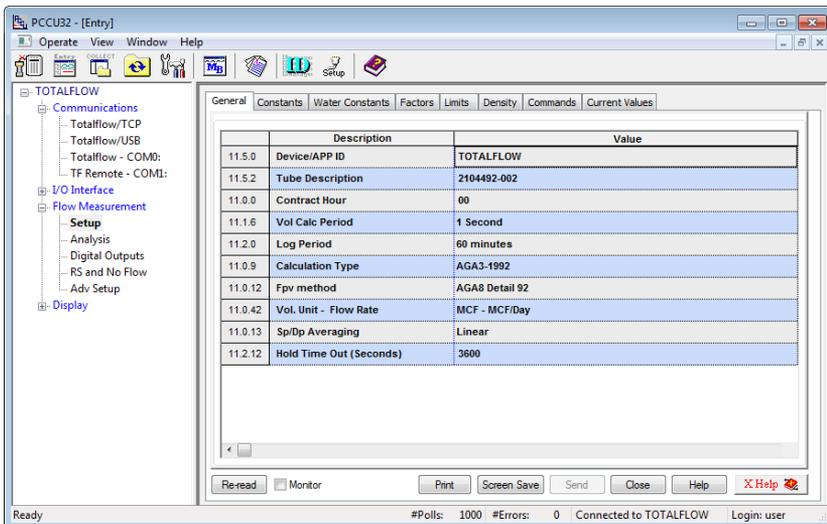

Figura 19: Abas de configuração da medição
4. Na aba **General** (Geral) (Figura 19), verifique e altere, se necessário, as seguintes configurações e quaisquer outras que possam precisar ser modificadas: